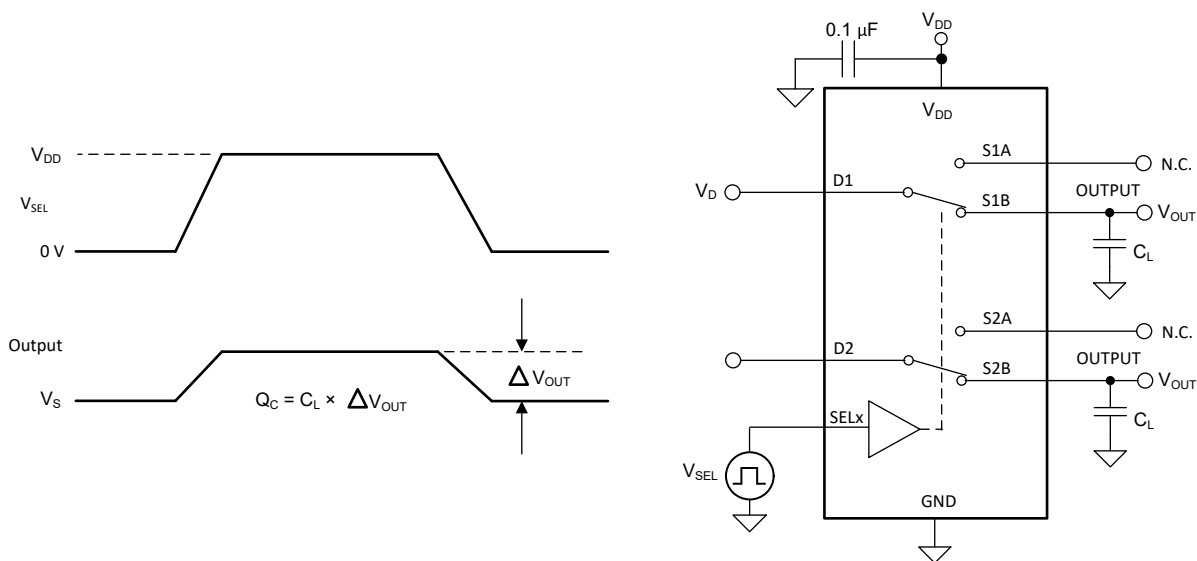

图 7-11. 电荷注入测量设置
电容的任何不匹配都会导致在栅极信号的下降沿或上升沿期间向漏极或源极注入电荷。注入器件源极或漏极的电荷量称为电荷注入，用符号 Q_C 表示。图 7-11 展示了用于测量从漏极 (D) 到源极 (Sx) 注入电荷的设置。